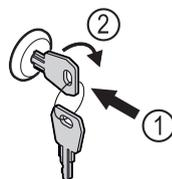

Fig. 182
- ▶ Insérer la clé. Fig. 182 (1)
- ▶ Tourner la clé à 90° dans le sens horaire. Fig. 182 (2)